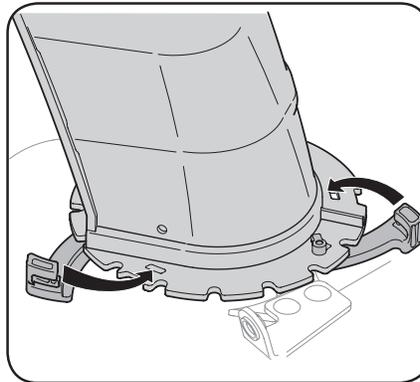

Figura 2-8
2. Cierre los fijadores de brida para sujetar el conjunto del canal a la base del canal. Los fijadores de brida emiten un chasquido cuando están bien asegurados. Consulte Figura 2-8.